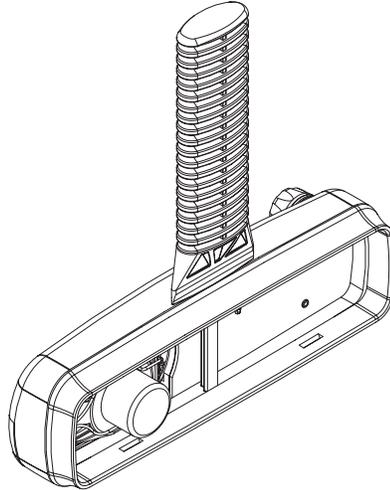

Figura 2-6 Retiro de la cubierta posterior del cabezal de control
1. Para retirar la cubierta del cabezal de control de la cubierta posterior, inserte la herramienta para desarmar en la ranura entre las dos cubiertas como se muestra en la Figura 2-6.
1. Retire la cubierta del cabezal de control de la cubierta posterior como se describió para el cabezal de control PRO3100, Figura 2-6.